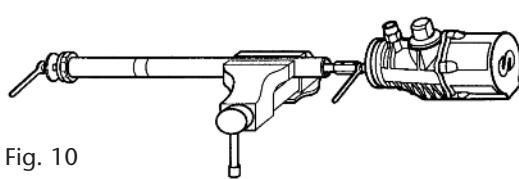

Fig. 10
4. Introduce an open end wrench in the milling of the lower part of the air piston and unscrew the nut (41) and remove the washer (40) (fig. 10).
4. Introducir una llave plana en el fresado del eje pistón de aire. Aflojar y quitar la tuerca (41) y retirar la arandela (40) (fig. 10).
4. Introduire une clé plate dans le fraisage de l'axe du piston d'air . Desserrer et retirer l'écrou (41) ainsi que la rondelle (40) (voir fig. 10).
4. Mit einem Schraubenschlüssel die Mutter (41) am unteren Teil des Luftkolbens lösen und die Beilagscheibe (40) entfernen (Bild 10).